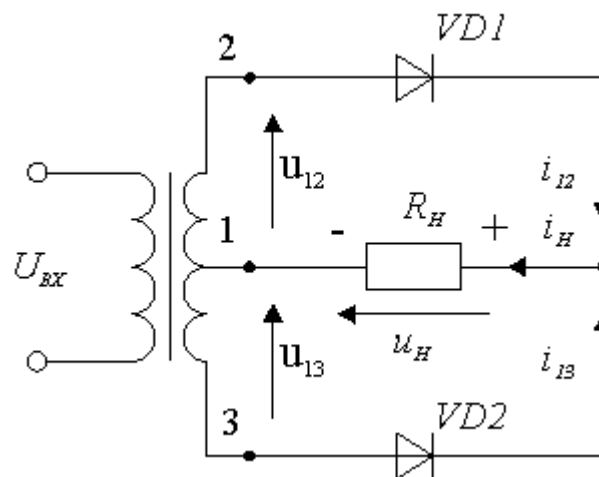
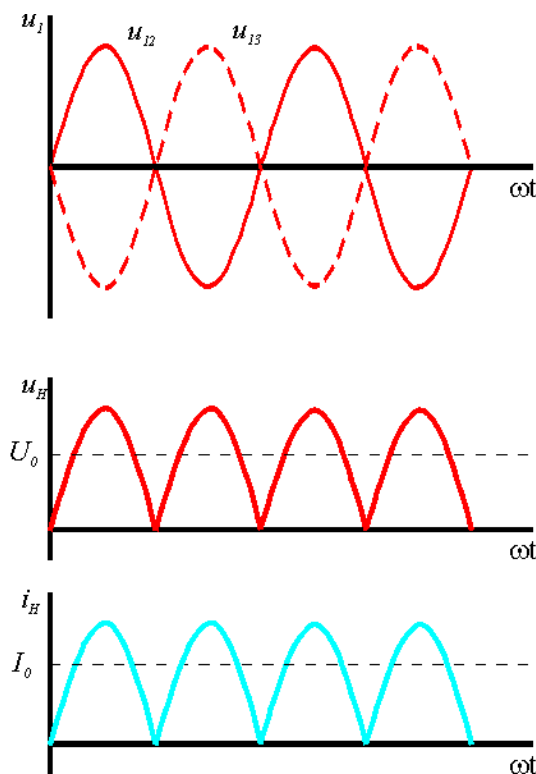

Рис. 4
Рис. 5
Схема двухполупериодного выпрямителя (рис. 4) представляет собой сочетание двух однополупериодных выпрямителей с общей нагрузкой. При этом напряжение на каждой половине вторичной обмотки трансформатора (1-2 и 1-3) можно рассматривать как два независимых синусоидальных напряжения, сдвинутых относительно друг друга по фазе на угол 180° . При таком включении диоды будут находиться в проводящем состоянии в различные полупериоды напряжения на обмотках трансформатора. В результате диаграммы выпрямленного тока и напряжения на выходе выпрямительного устройства рис.4. будут иметь вид, представленный на рис. 5.
Как следует из выражения (12) и рис. 5, пульсации тока в двухполупериодной схеме значительно уменьшаются по сравнению со схемой однополупериодного выпрямления.